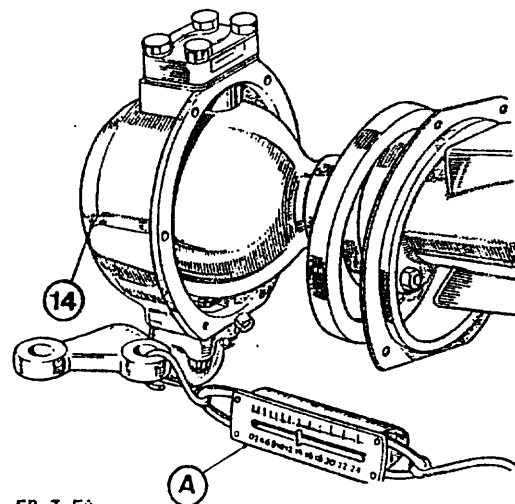

Fig. 5C.3-50
Si la resistencia medida no se encuentra dentro del campo establecido, proceda a su ajuste disminuyendo o aumentando el espesor de las láminas (13) (Fig. 5C.3-48).